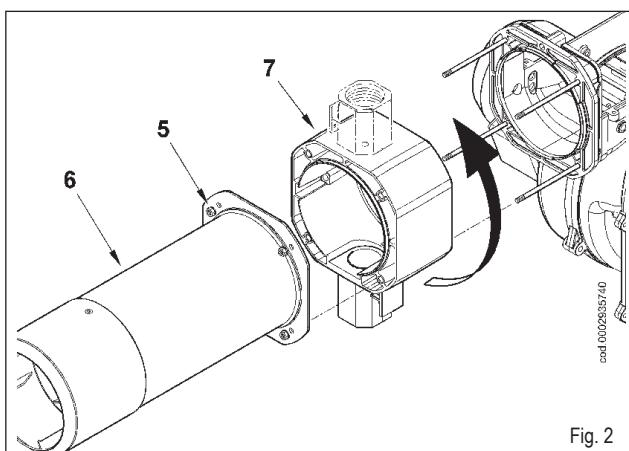

Fig. 2
- 2) Проверьте, что подвижная пластина 3 закреплена винтом 4. Это позволит по окончании операций по обслуживанию поместить узел смесителя в то же положение, на которое он был ранее отрегулирован. Открутите винт 5, фиксирующий выдвижную штангу узла к подвижной пластине (рисунок 2).